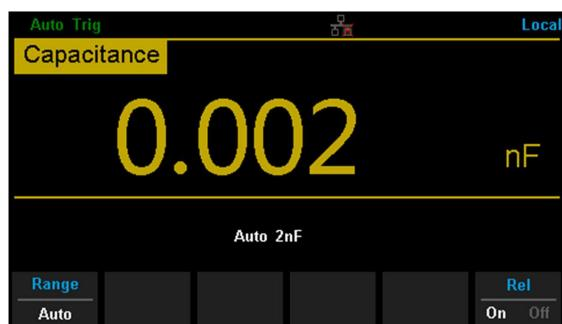

図 2-17 容量測定インターフェース
- 前面パネルの を押して、図 2-17 に示す静電容量測定インターフェースに入ります。